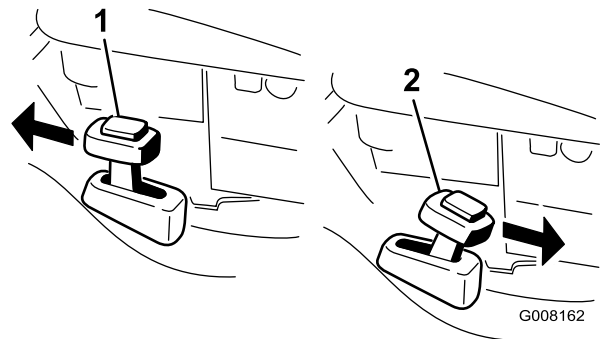

Bild 19
2. Drücken Sie die Taste oben am Hebel für Recycler/Fangkorb und schieben Sie den Hebel auf **Recycler** (Bild 19).
2. Hängen Sie den Fangkorb ein, wenn Sie das Schnittgut sammeln möchten (siehe Einsetzen des Fangkorbs⁴). Drücken Sie die Taste oben am Hebel für Recycler/Fangkorb und schieben Sie den Hebel auf **Fangkorb** (Bild 19).
Hinweis: Der Hebel für den Recycler/Fangkorb sollte in der Stellung **Fangkorb** (Bild 19) stehen.